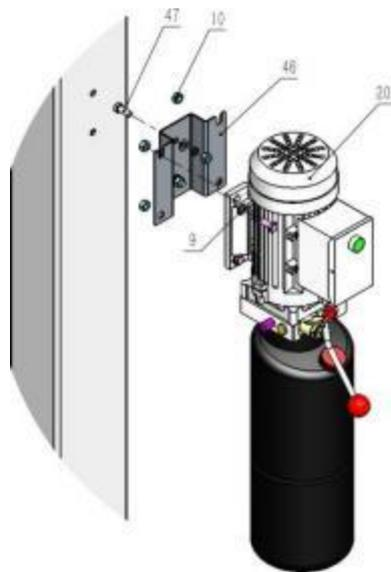

Figura 31
1. Instalar el soporte de fijación del motor ((Ver Figura 31)